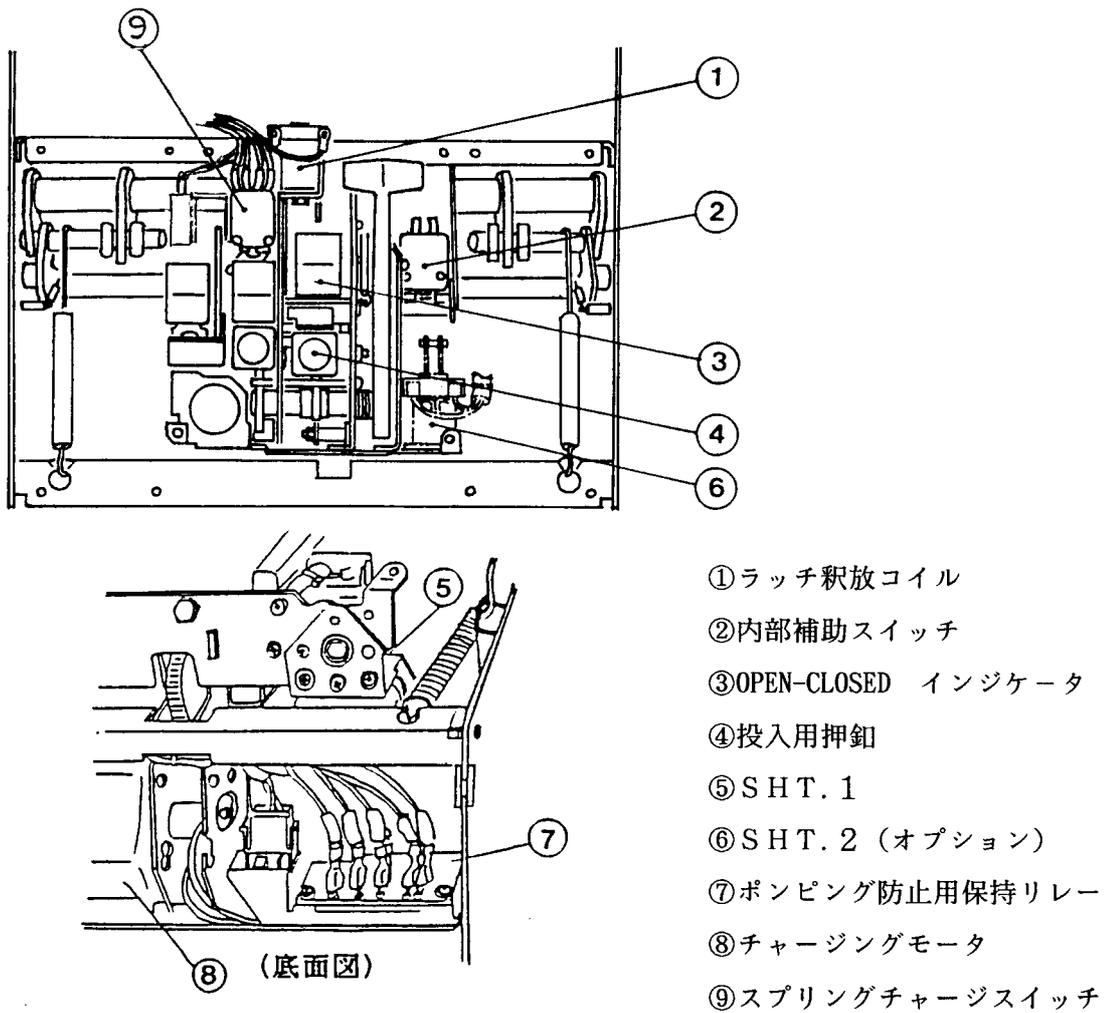

図45. 内部付属装置配置図
- 投入用押釦とOPEN-CLOSED インジケータ (図45③) の間に手指や工具などを入れな